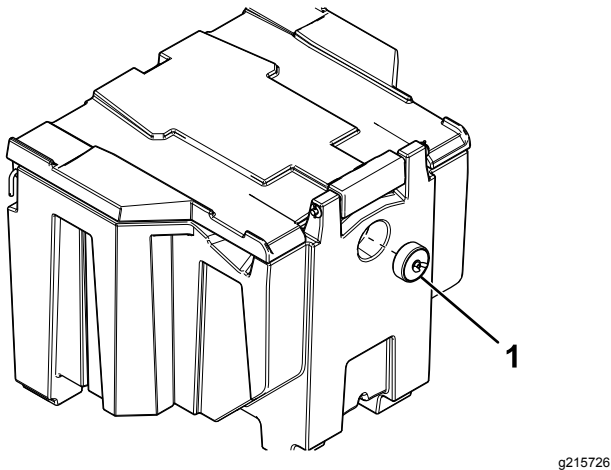

Figure 20
5. Remettez le bouchon dans l'ouverture du cube (Figure 20).